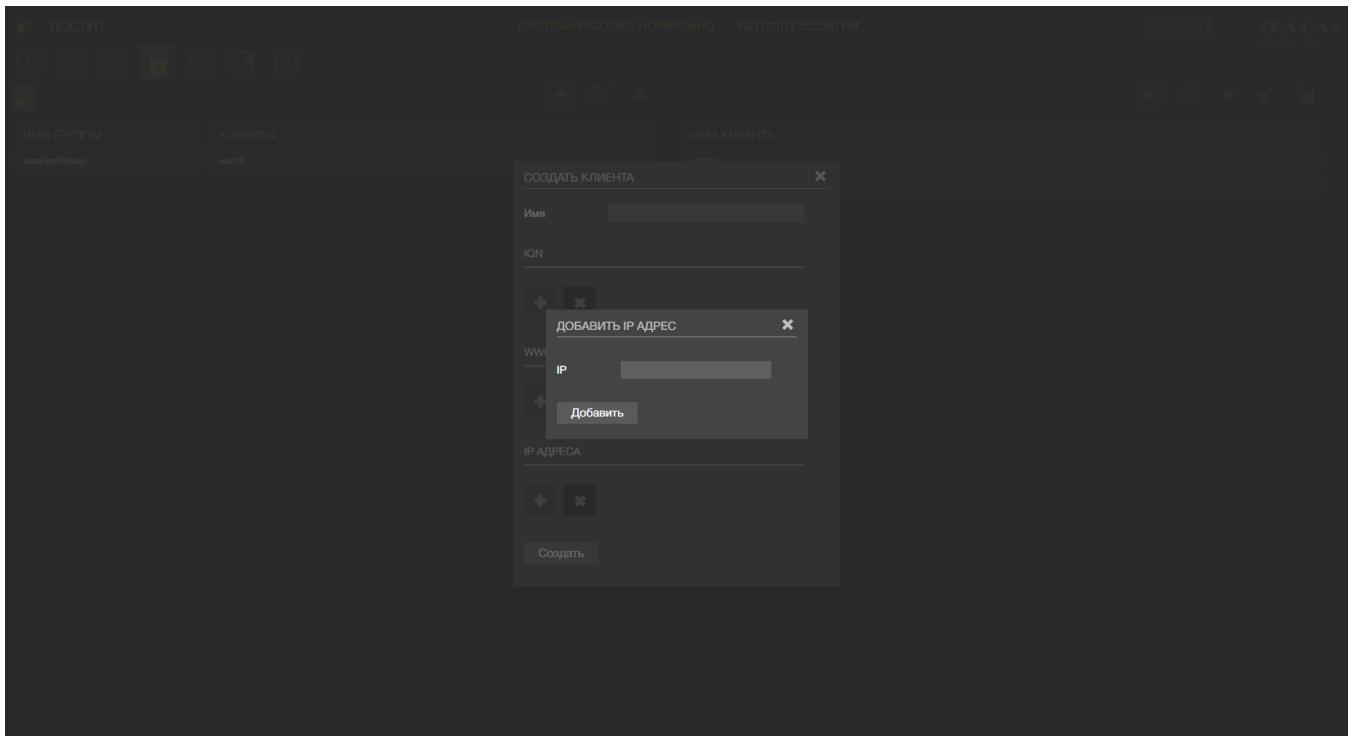

Рисунок 69 – Добавление IP адреса
- 3.7) Ввести IP адрес в поле IP (см. Рисунок 69)